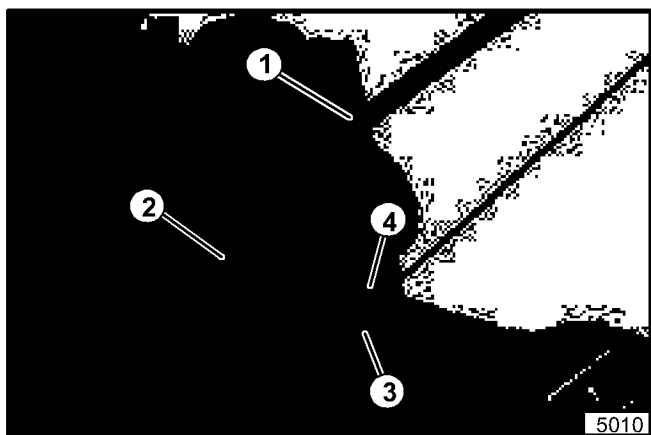

Figura 7. Instalación del Control del Embrague
13. Conecte la barra de control del embrague al ensamble intermedio de la correa de propulsión utilizando un pasador de horquilla, arandela y pasador de chaveta (vea la figura 7).
14. Enganche la horquilla del cable del embrague al trinquete intermedio de la correa del enrollador (vea la figura 7).